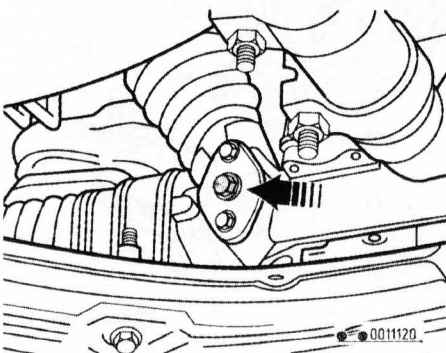

Рис. 7.4. Винт регулировки люфта рулевой передачи без гидроусилителя
1. Установите рулевое колесо в положение прямолинейного движения и вверните самоконтрастный винт регулировки приблизительно на 20° (рис. 7.4).